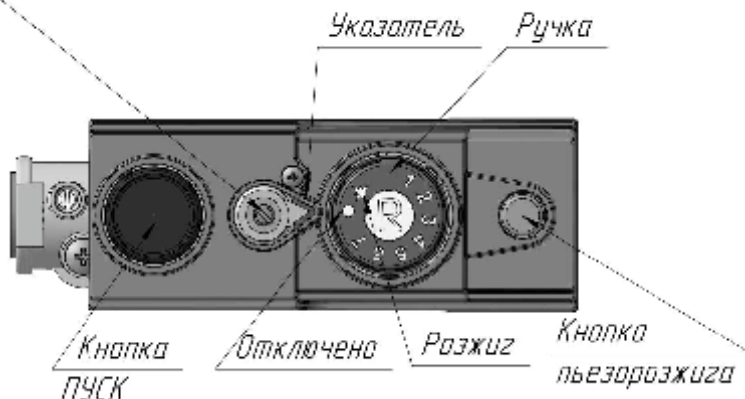

Рисунок 3 - Элементы управления на газовом блоке автоматики САБК-АТ
- КСГ(В) — с индексом С (рис.2) с газовым блоком автоматики САБК-АТ (рис. 3);
(рис. 3) в положение «Розжиг».
- Нажать кнопку «Пуск» (6) на газовом блоке, подождать не менее 10 сек (пока давлением газа не будет вытеснен воздух из магистрали запальной горелки), и зажечь запальную горелку нажав (слышен щелчок) 2-3 раза на кнопку пьезорозжига (11). Допускается розжиг производить спичкой через смотровое окно.
- Повернуть ручку газового блока против часовой стрелки на отметку «7» (рис. 3) и проконтролировать включение основной горелки. Розжиг должен происходить без хлопка, пламя должно распространиться по всей поверхности горелочных труб.